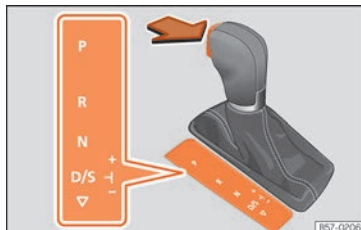

Fig. 244 Bloqueo de la palanca selectora.
- Pise el pedal de freno y, a la vez, mantenga pulsada la tecla de bloqueo en el sentido que indica la flecha »» **fig. 244.**